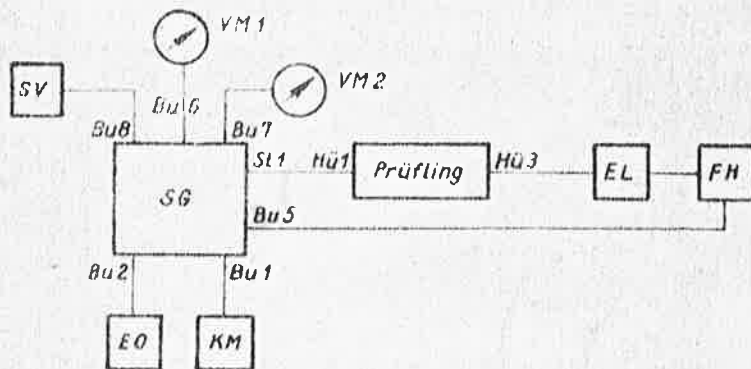

Bild 11
2. Prüfling mit der Anschlußvorrichtung und EL gemäß Bild 11 verbinden.
1. Prüfanordnung (wie Bild 11)
2. Prüfling mit der Anschlußvorrichtung SG und EL gemäß Bild 11 verbinden.